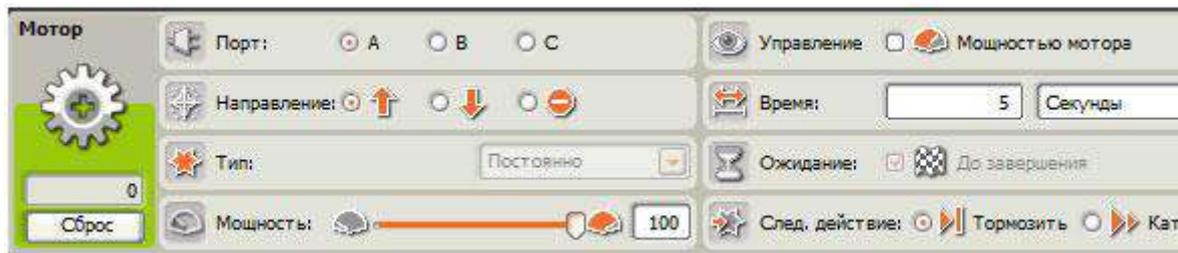

Рис.6. Второй блок программы №9.2.
- Время: 5 секунд. (см. рис. 6)